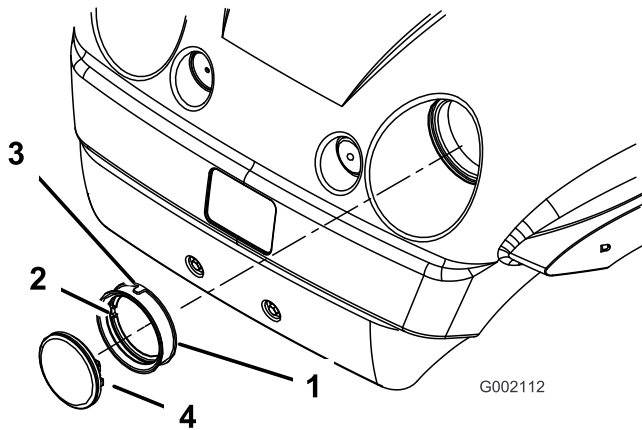

Bild 39
- Entfernen Sie die Gummidichtung vom Scheinwerfer (Bild 39). Entsorgen Sie den alten Scheinwerfer.
5. Fluchten Sie die Auskerbung an der Innenseite der Dichtung mit der Auskerbung am neuen Scheinwerfer aus (Bild 39). Schieben Sie die Dichtung auf den neuen Scheinwerfer, bis die Dichtung fest anliegt.